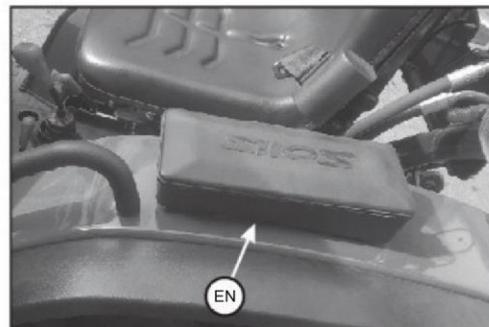

Fig. 3.7
Værktøjskasse (A) er monteret på venstre sideskærm (fig. 3.7).